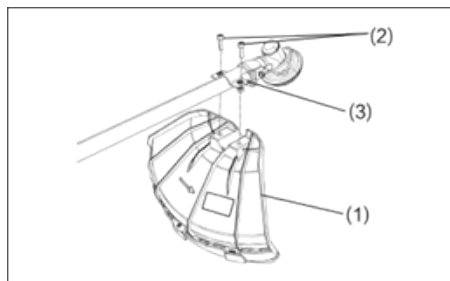

Fig. 1
1. Instale el protector (1) en los sujetadores (3) usando dos pernos M6x25 (2). Asegúrese de que los pernos estén bien apretados para evitar que se muevan durante la operación. (ver Fig. 1)